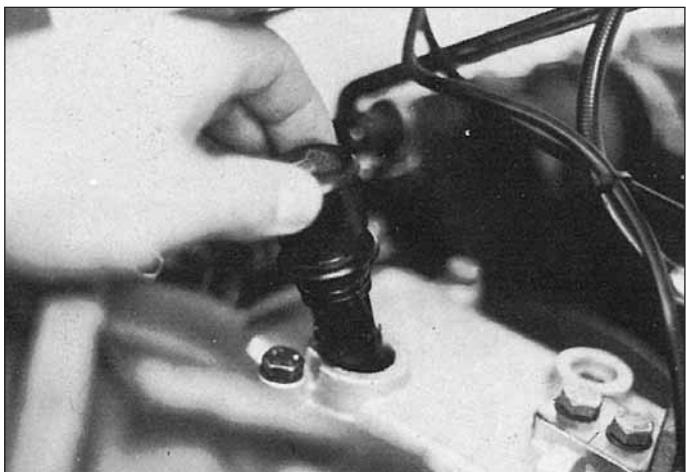

Fig. 4
- nivelul de ulei in interiorul motorului (fig. 5 si 6) si al cutie de viteze; joja se afla pe carcasa superioara (fig. 4); nivelul de ulei trebuie sa fie intre cele doua marcase.
Verificati nivelul de ulei dupa fiecare 50 de ore de functionare, indepartind capacul (fig. 4) si verificind cu masina in pozitie orizontala ca nivelul uleiului este intre cele doua marcase de pe joja. Daca este necesar adaugati ulei